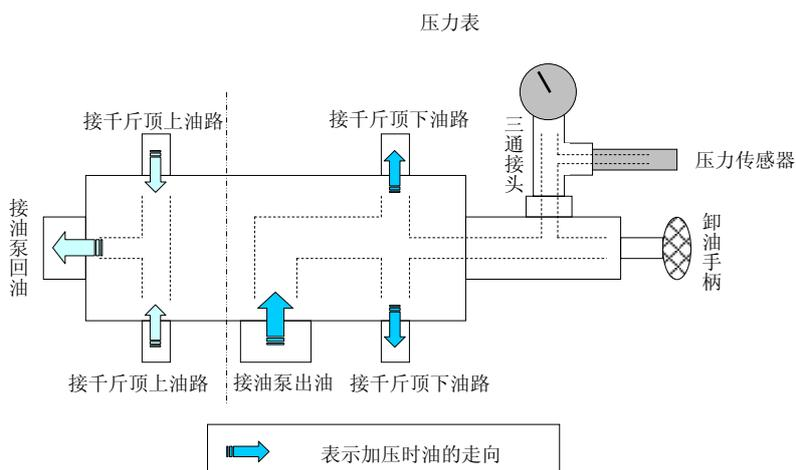

图 4.1
- ① 液控单向阀油路图如图 4.1 所示；
- ② 将油泵换向阀打到中间位置，用油管将油泵回油口与液控单向阀回油口相连，将油泵出油口与液控单向阀出油口相连，注意在连接之前将接头清理干净，严防砂子、泥土进入油路中；
- ③ 再用油管将千斤顶上油路与液控单向阀回油口相连，将千斤顶下油路与液控单向阀出油口相连；
- ④ 将三通接头一端按图示接到液控单向阀的压力表接口上，然后接上压力传感器，另一端接上压力表。如果不接压力表，也可不用三通接头，直接将压力传感器接到液控单向阀的压力表接口上。
- ◆ 按图 4.1 的接法，加压时油泵的换向阀必须指向图中“接油泵出油”所对应的油管，如果按图 4.2 的接法，加压时油泵的换向阀必须指向“接千斤顶下油路”所对应的油管。